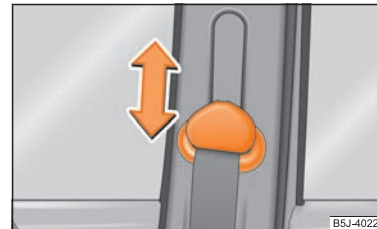

Abb. 112 Vordersitz: Gurthöheneinstellung
- Zum Einstellen drücken Sie auf den Umlenkbeschlag und verschieben ihn nach oben bzw. unten ⇒ Seite 123, Abb. 112.